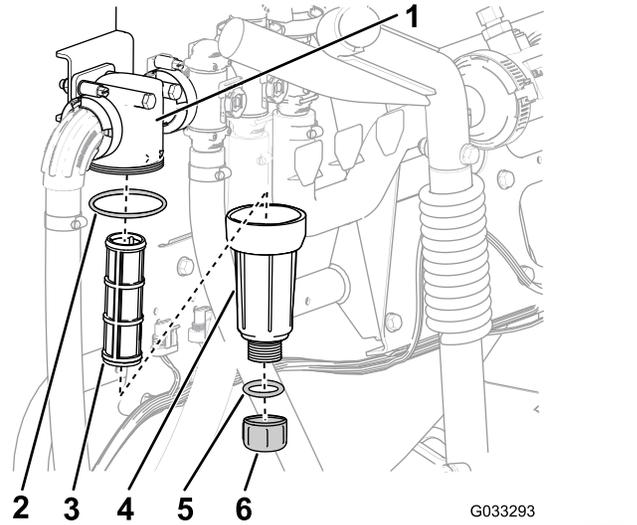

Figura 30
2. Coloque un recipiente de drenaje debajo del filtro de presión (Figura 30).
3. Gire el tapón de vaciado en sentido antihorario y retírelo de la cubeta del filtro de presión (Figura 30).
4. Enrosque la cubeta en sentido antihorario y retire la cabeza del filtro (Figura 30).
5. Retire el elemento del filtro de presión (Figura 30).
7. Inspeccione la junta del tapón de vaciado (situada dentro de la cubeta) y la junta de la cubeta (situada dentro de la cabeza del filtro) en busca de daños o desgaste (Figura 30).
8. Instale el elemento del filtro de presión en la cabeza del filtro (Figura 30).
9. Instale la cubeta en la cabeza del filtro, y apriétela a mano (Figura 30).
- Coloque el tapón de vaciado en el acoplamiento inferior de la cubeta, y apriete el tapón a mano (Figura 30).